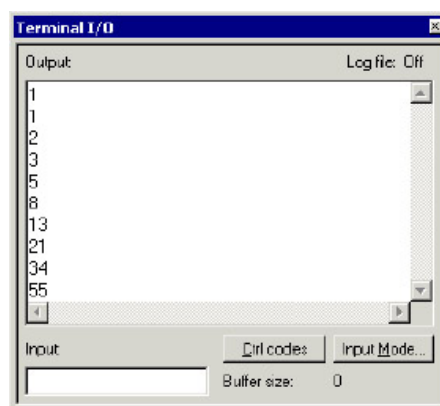

图 19. Terminal I/O 窗口
⑤ 选择主菜单 View > Terminal I/O 显示 I/O 操作的输出, 见图 19。